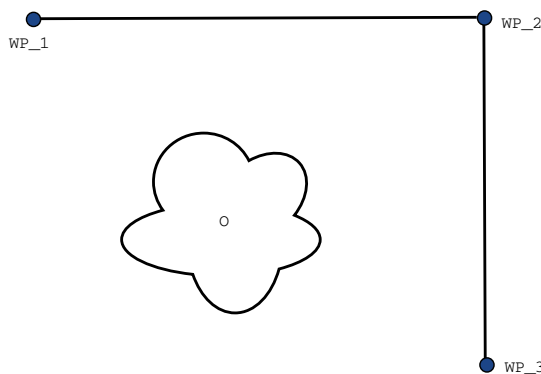

Figure 15.2: WP_1: 初期位置、WP_2: 通過点、WP_3: 持ち上げ位置、0: 障害物。
例 ピッキングのアプリケーションを例として考えた場合、(図15.2参照)、ロボットは現在ウェイポイント1 (WP_1) にあり、ウェイポイント3 (WP_3) で対象物を持ち上げる必要があります。対象物やその他の障害物との衝突を避けるため (0)、ロボットは WP_3 にウェイポイント2 から来る方向で接近する必要があります (WP_2)。つまり、ウェイポイントは要件を満たすパスを作り出すために導入されています。